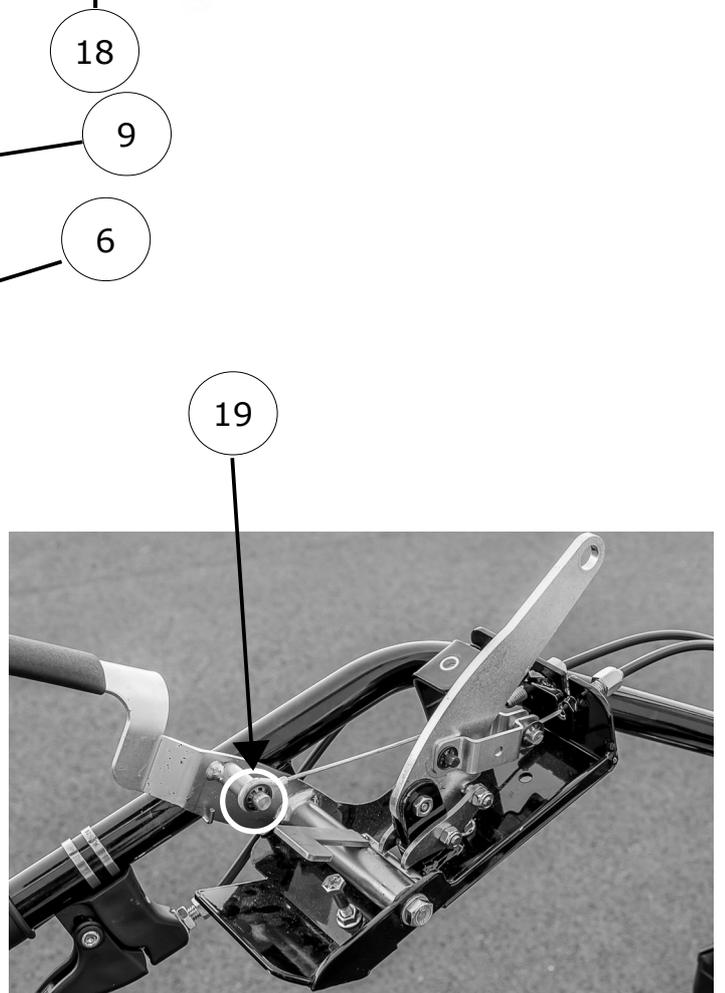

FIG. 2
- asegurarse que la palanca de gases (fig.2, n.4) se encuentra en la posición OFF (completamente cerrada – fig.3, ref.F).
Para regular la altura de corte, servirse de la manivela (fig. 2, n.10): girar la manivela en sentido antihorario para aumentar la altura de corte, en sentido horario para bajarla. La altura de corte puede variar de 30 a 110 mm. En presencia de terreno accidentado, cunetas o badenes, es oportuno trabajar con el plato en la posición de corte más alta para evitar choques por parte de las cuchillas en Y. Bloquear la manivela en la posición deseada por medio del gancho (fig. 15).
Pasadas las primeras 20 horas de trabajo sustituir el aceite del motor por medio del tapón de vaciado (fig.2, n.16).
Para activar / desactivar la rotación del rotor utilizar la palanca (fig.2, n.2). Activar el rotor con el motor a las máximas revoluciones y fuera del área por cortar. Para desactivarlo servirse de la palanca (fig.2, n.2). Las cuchillas deben detenerse dentro de 7 segundos
Para desbloquear la tracción servirse de las dos palancas (fig.2, n.14) – (fig.3, ref. D, E) posicionadas a mano izquierda del manillar. Si se verificase una avería en la máquina o para poder desplazarla a mano, tirar de las dos palancas al mismo tiempo.